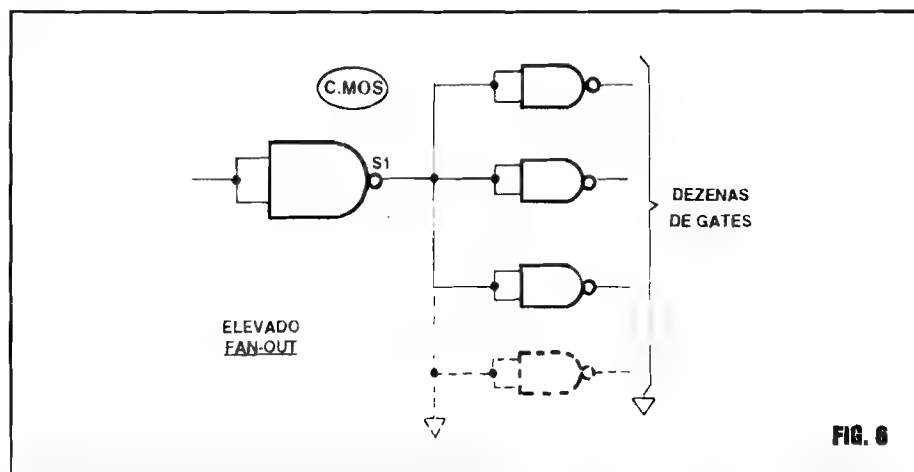

FIG. 6
- FIG. 6 - O FAN OUT DOS C.MOS... - Conforme já foi mencionado, o **fan out** dos C.MOS, muito alto, permite **acoplar**, se assim o circuito ou aplicação o requerer, dezenas e mais dezenas de Entradas de **gates** ou de outros blocos lógicos, ao comando de uma única Saída da mesma “família”... Não se esqueçam disso, pois é um importante conceito prático, na utilização desses versáteis Integrados DIGITAIS...